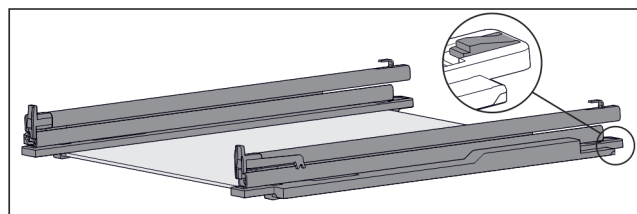

Fig. 219 Staklena ploča s vodičicama i pridržnim dijelovima
- ▶ Pridržni dio straga pritisnite prema dolje (pogledajte Fig. 219) u i istovremeno gurnite vodičicu prema otraga.